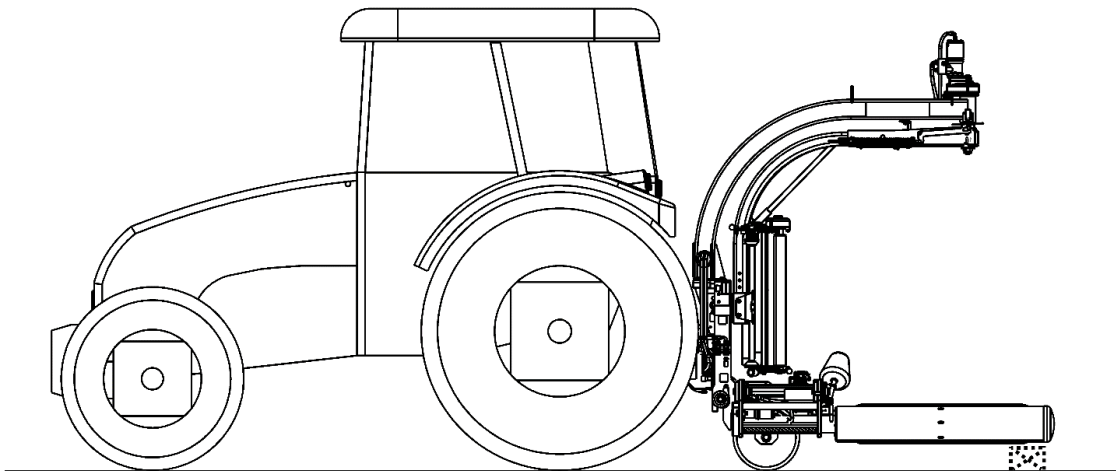

рисунок 10. Положение обмотчика при подключении и отсоединении привода трактора
- Перед соединением с трактором машину поставить в оси трактора на твёрдом и ровном основании (рис. 10). Выключите двигатель трактора, выньте ключ из замка зажигания и включите стояночный тормоз трактора.
- Установите обмотчик в месте складирования на твёрдом и ровном основании (рис. 10). Выключите двигатель трактора, выньте ключ из замка зажигания и включите вспомогательный тормоз трактора.